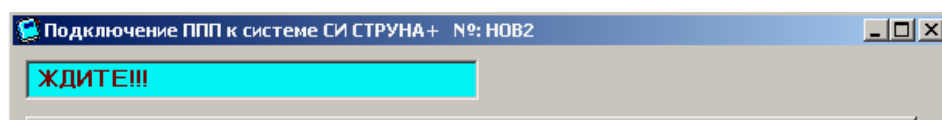
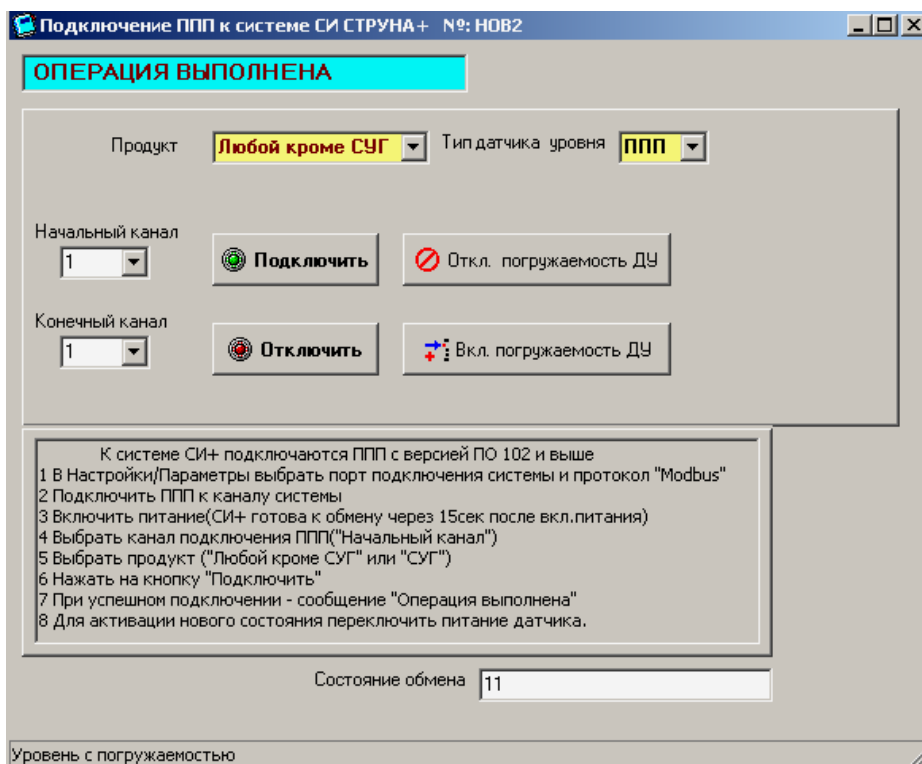
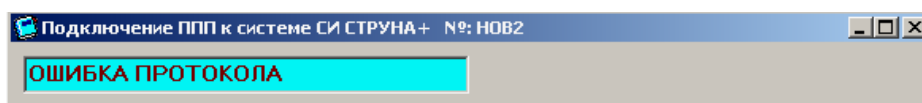

Рисунок 5.3
Рисунок 5.4
Рисунок 5.5
5.3.3 Нажать на кнопку «Подключить». При этом на верхнем табло появится надпись «ЖДИТЕ!!!» (рисунок 5.3) и при успешном выполнении подключения – «ОПЕРАЦИЯ ВЫПОЛНЕНА» (рисунок 5.4). Если связь с ППП нарушена, появится надпись «ОШИБКА ПРОТОКОЛА» (рисунок 5.5).